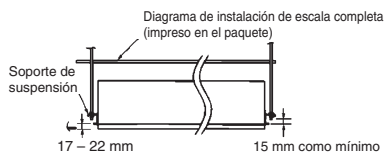
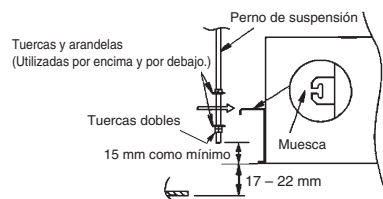

Fig. 3-6
Fig. 3-7
- (1) Las medidas de las posiciones de los pernos de suspensión y el orificio del techo deben ser las que se indican en la Fig. 3-1. La longitud de los pernos de suspensión deben ampliarse a un mínimo de 15 mm por encima de la parte inferior del soporte de suspensión de la unidad. Consulte la Fig. 3-6.
- La longitud de los pernos de suspensión debe ser aquella en la que exista un espacio de al menos 15 mm por debajo de la parte inferior del soporte, tal y como se indica en la Fig. 3-7. Si los pernos de suspensión son demasiado largos, entrarán en contacto con la cubierta del panel del techo y el motor de la celosía, lo que impediría la instalación.
- (3) Enrosque las 3 tuercas hexagonales y las 2 arandelas (adquiridas en el sitio) en cada uno de los 4 pernos de suspensión, tal y como se muestra en la Fig. 3-7. Emplee 1 tuerca y 1 arandela para el lado superior y 2 tuercas y 1 arandela para el lado inferior, de modo que la unidad no se caiga de las orejetas de suspensión.
- (4) La unidad interior debe estar suspendida de los pernos de suspensión (Fig. 3-7) para que así la distancia entre la parte inferior de la orejeta de suspensión y la superficie inferior del techo sea de 17 a 22 mm. (Fig. 3-6) Los espacios entre la unidad interior y la superficie inferior del techo se pueden ajustar después de fijar el panel del techo a la unidad.